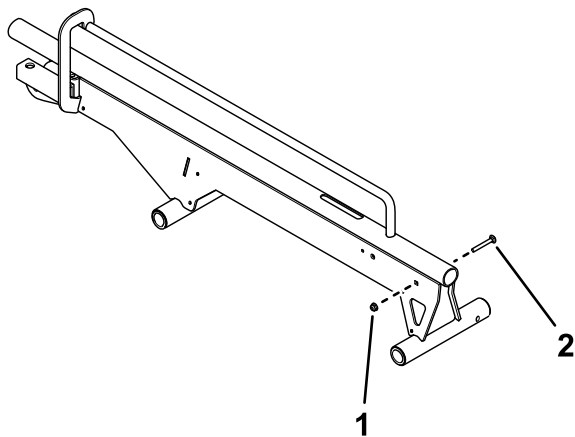

Bild 1
1. Setzen Sie eine Schlossschraube und eine Bundmutter ($\frac{1}{4}$ ") an der Rampenbaugruppe ein (Bild 1).